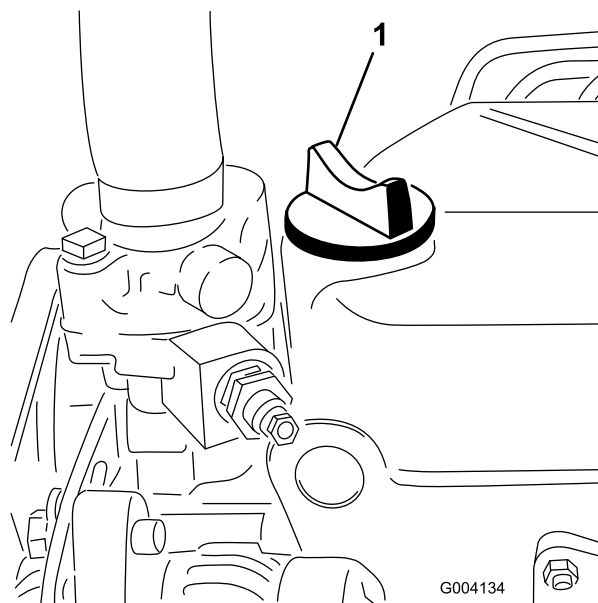

Figura 33
5. Se il livello dell'olio non raggiunge il segno di pieno, togliete il tappo di riempimento (Figura 33) e rabboccate con olio fino a portarlo al segno Full sull'asta di livello.